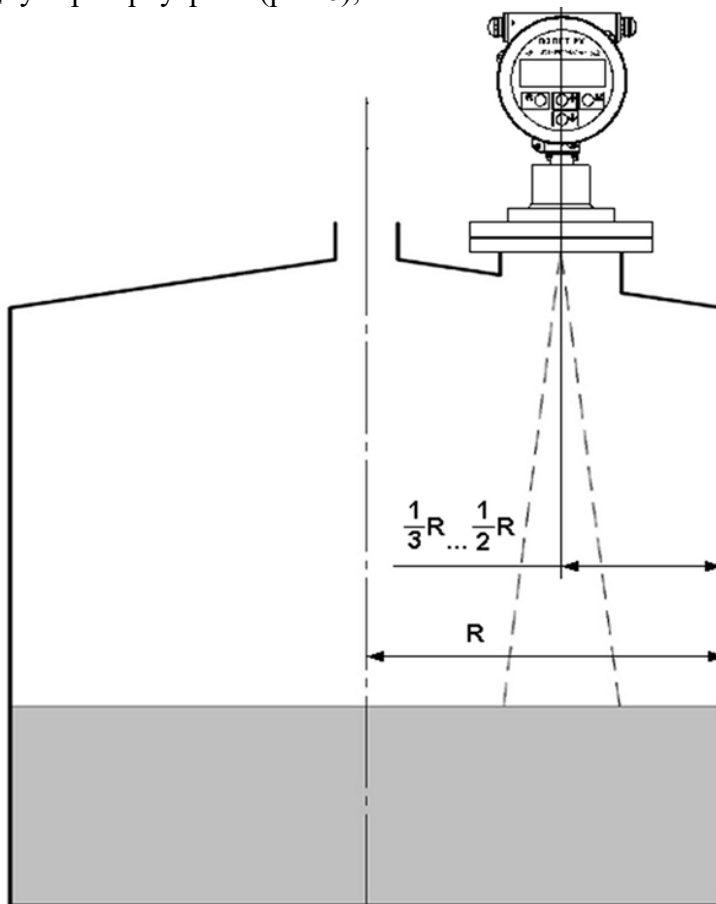
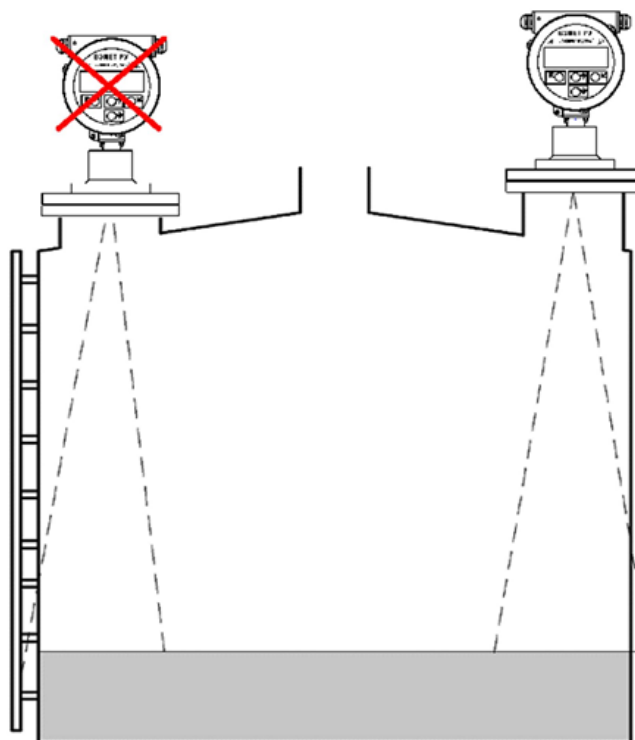

Рис.6 - Допустимое расстояние от стенки емкости до оси датчика.
Рис.7 - Установка прибора на резервуар из радиопрозрачного материала.
- расстояние от стенки емкости до центральной оси датчика уровня выбирать в пределах $1/3 \dots 1/2$ радиуса резервуара **R** (рис.6);
4.1.3.7 В случае применения прибора на резервуарах из радиопрозрачного материала (например, пластик), следует учитывать, что конструкции вне резервуара могут попадать в измерительный луч. Поэтому, при монтаже следует выбирать позицию уровнемера с учетом данного факта (рис.7).
<p>Рис.6 - Допустимое расстояние от стенки емкости до оси датчика.</p> <p>- если стенки резервуара не являются гладкими (например, рифленый металл, сварные швы, конструкции) расстояние от стенки должно быть максимально возможным.</p> <p>4.1.3.7 В случае применения прибора на резервуарах из радиопрозрачного материала (например, пластик), следует учитывать, что конструкции вне резервуара могут попадать в измерительный луч. Поэтому, при монтаже следует выбирать позицию уровнемера с учетом данного факта (рис.7).</p>